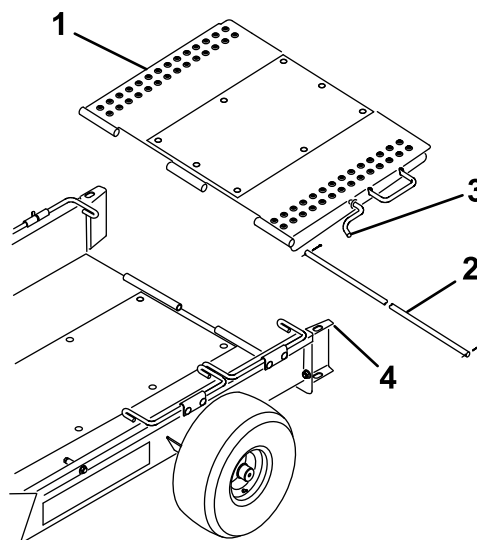

Рисунок 4
5. Прикрепите рампу прицепа к задней части платформы прицепа с помощью оси петли и 2 шплинтов (Рисунок 4).
6. Поверните рампу вверх и зацепите защелку ramпы за отверстие вверху колесоотбойника (Рисунок 4).
8. Поверните рампу вверх и зацепите защелку ramпы за отверстие вверху колесоотбойника (Рисунок 4).